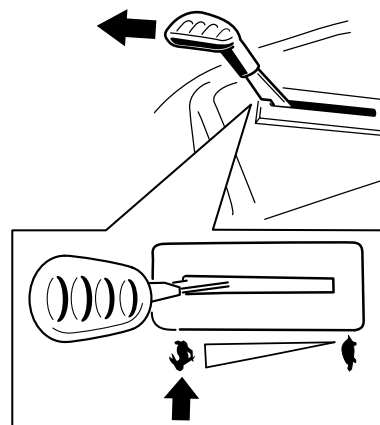

Рисунок 19
**Примечание:** При включении ножей дроссельная заслонка всегда должна находиться в положении **БЫСТРО** (Рисунок 19).